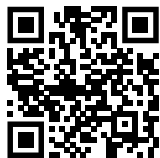

Fig. 128
- Ouvrez le Liebherr SmartMonitoring Dashboard. (voir Fig. 128).